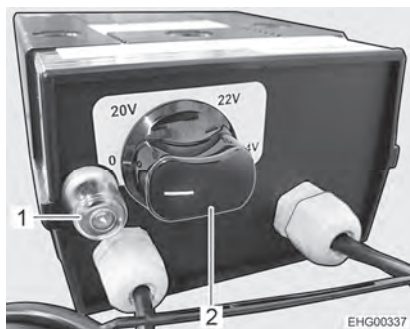

Bild 119 Reglage för elektrisk golvvärme
- Ställ vridregulatorn (Bild 119,2) på önskad värmeeffekt.
- Ställ vridregulatorn (Bild 119,2) på "0".
Om regulatorn överbelastas aktiveras överbelastningsskyddet. Stiftet (Bild 119,1) skjuts ut.
- Tryck in stiftet (Bild 119,1) på överbelastningsskyddet igen när regulatorn har svalnat.